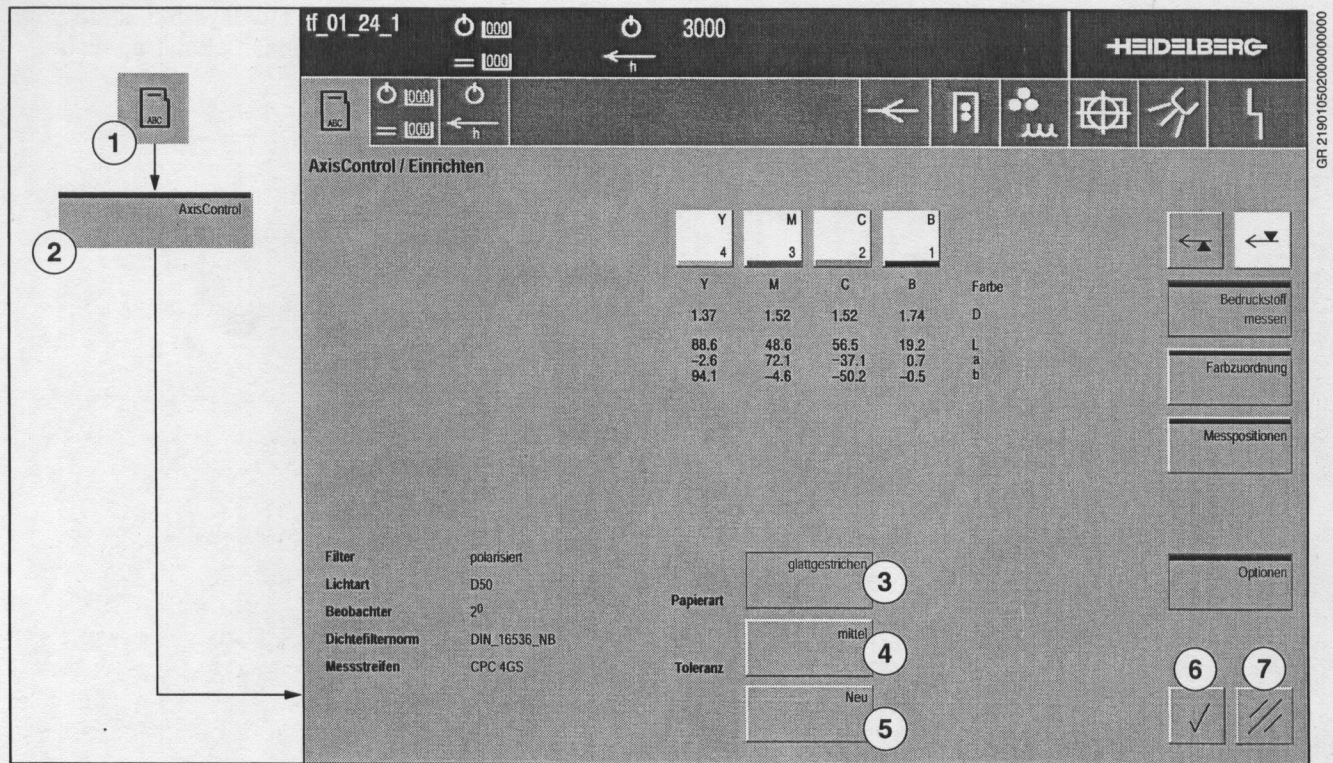

Abb. 5 Menü Messoptionen festlegen
- Drücken Sie in der Kopfzeile die Taste *Auftrag* (Abb. 5/1). Das Menü **Auftrag** erscheint.
- Drücken Sie die Taste *AxisControl* (Abb. 5/2). Das Menü **AxisControl/Einrichten** (Abb. 5) erscheint.
- Papierart** (Abb. 5/3)
Wählen Sie die verwendete Papiergruppe aus, indem Sie die Taste *Papierart* (Abb. 5/3) drücken. Auswahl zwischen glattgestrichen, mattgestrichen, ungestrichen.
- Toleranz** (Abb. 5/4)
Wählen Sie die Toleranz für den Messvorgang aus, indem Sie die Taste *Toleranz* (Abb. 5/4) drücken. Auswahl zwischen eng, mittel, weit.
- Neu** (Abb. 5/5)
- Eingaben bestätigen: Drücken Sie die Taste *OK* (Abb. 5/6).
Vorgang abbrechen: Drücken Sie die Taste *Löschen* (Abb. 5/7).